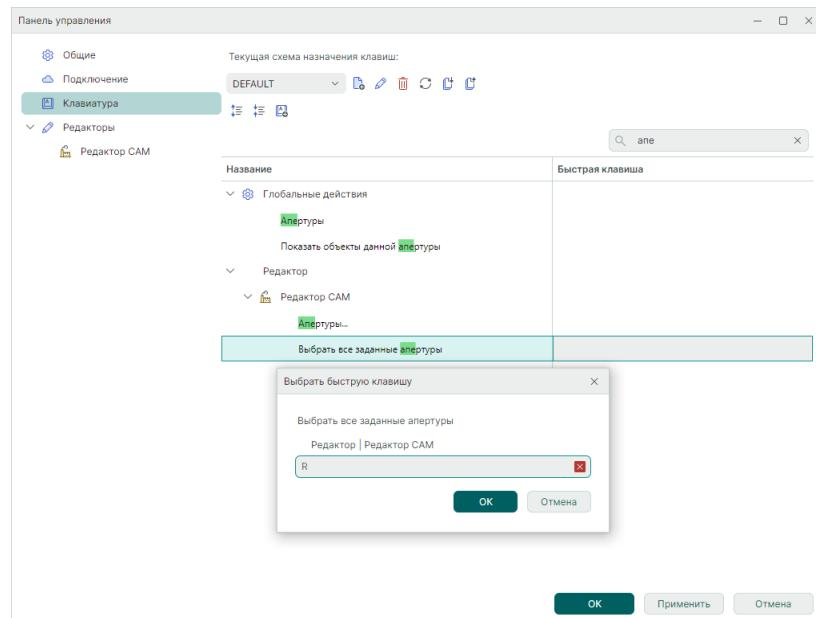

Рис. 70 Выбор быстрой клавиши
3. На экране отобразится окно «Выбрать быструю клавишу». Нажмите на клавиатуре клавишу (или комбинацию клавиш), см. Рис. 70. Нажмите «OK».